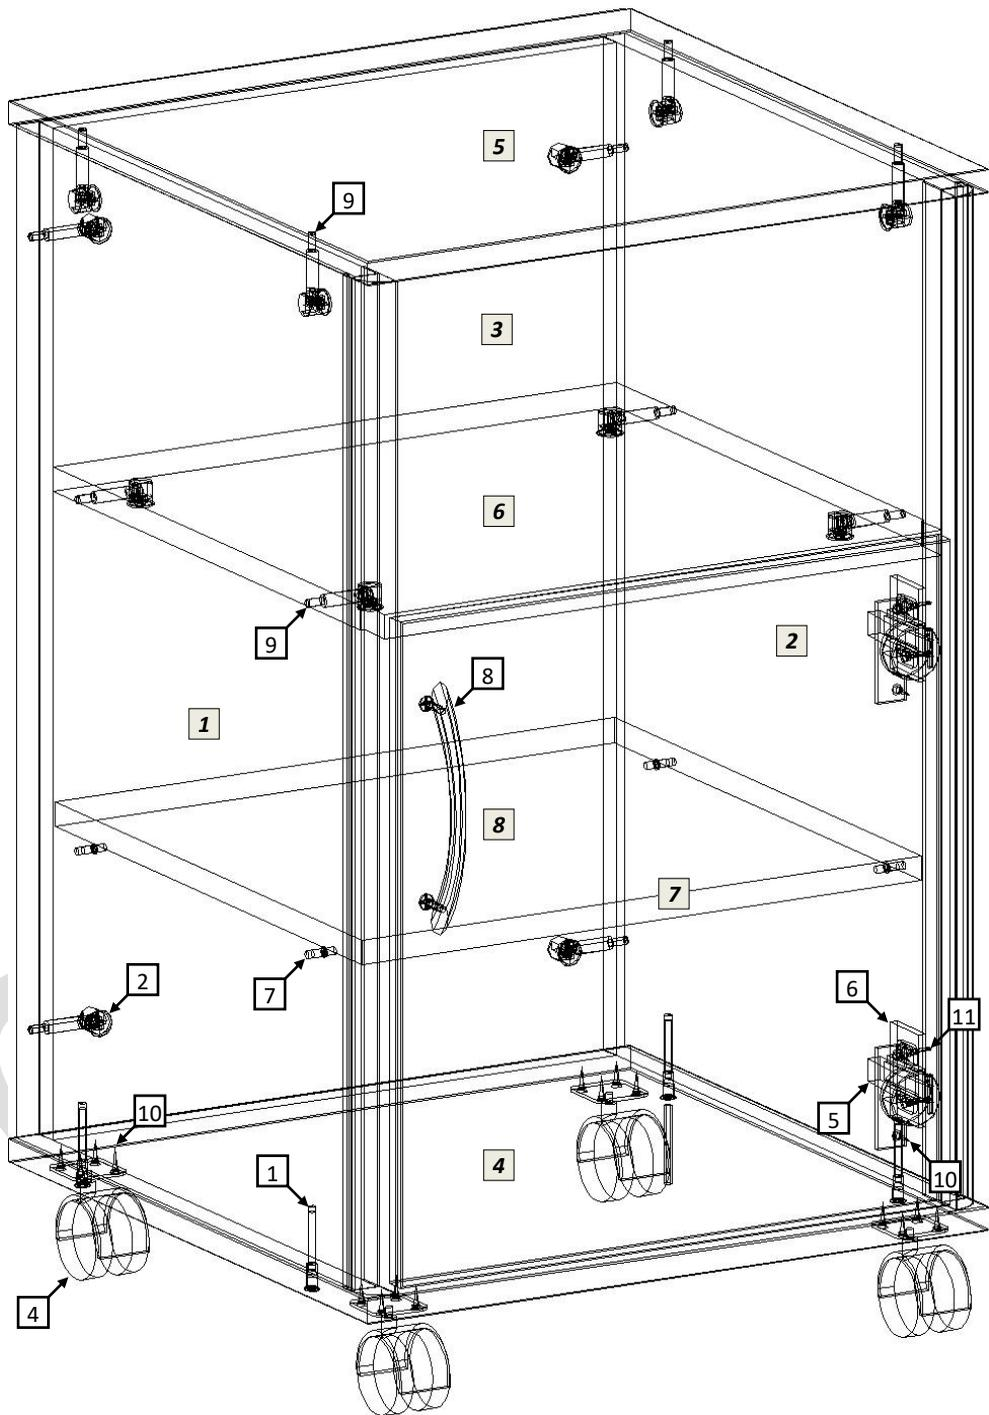

рис.1
- 4.1 Распаковав тумбу, внимательно ознакомьтесь со схемой сборки, изображённой на рис.1. Согласно комплекточной ведомости и позициям на схеме определите расположение деталей в изделии и порядок их сборки. Сборка производится на ровном полу, укрытом материалом, предотвращающим повреждение покрытия пола и деталей мебели. Подготовьте необходимые для сборки инструменты – плоскую и крестовую отвёртки, молоток, рулетку или линейку, шуруповёрт.